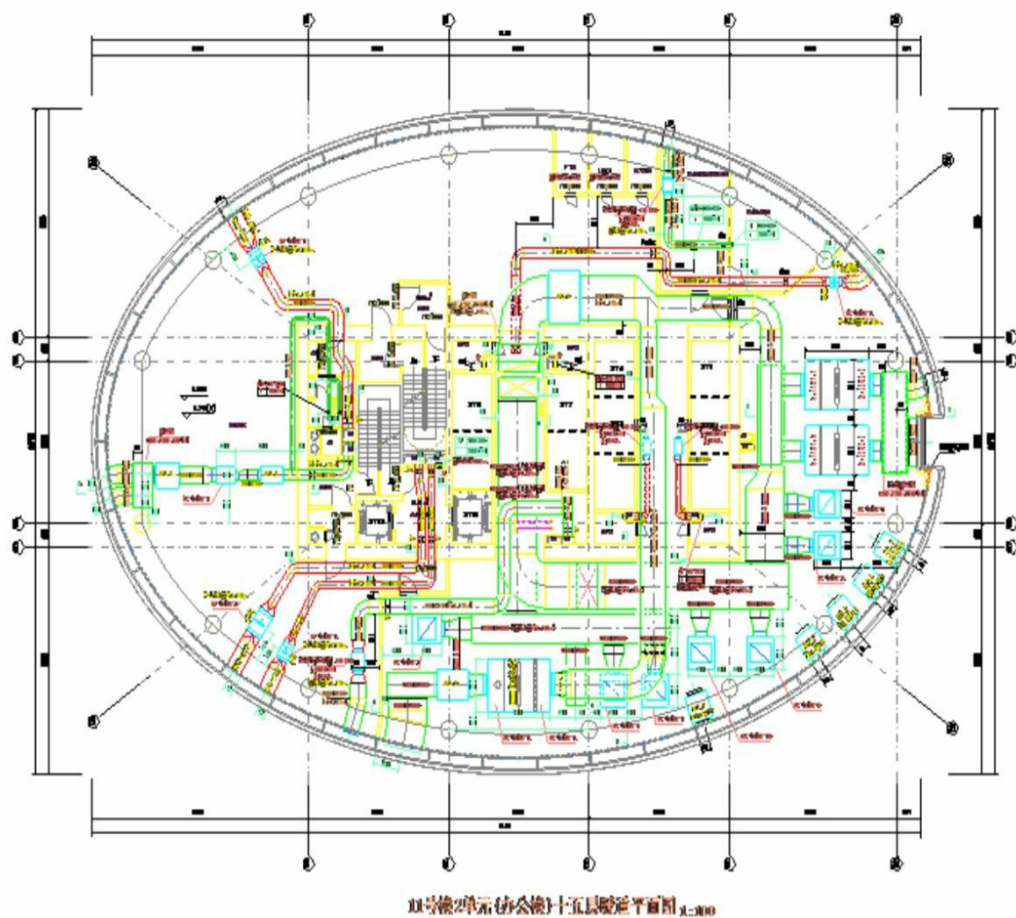

图2-50
(2) 导入CAD后，若CAD与建筑模型不重合，则使用“对齐”命令，以轴网交点为基准点将CAD底图与建筑模型对齐，并将CAD底图进行锁定，如图2-50所示。